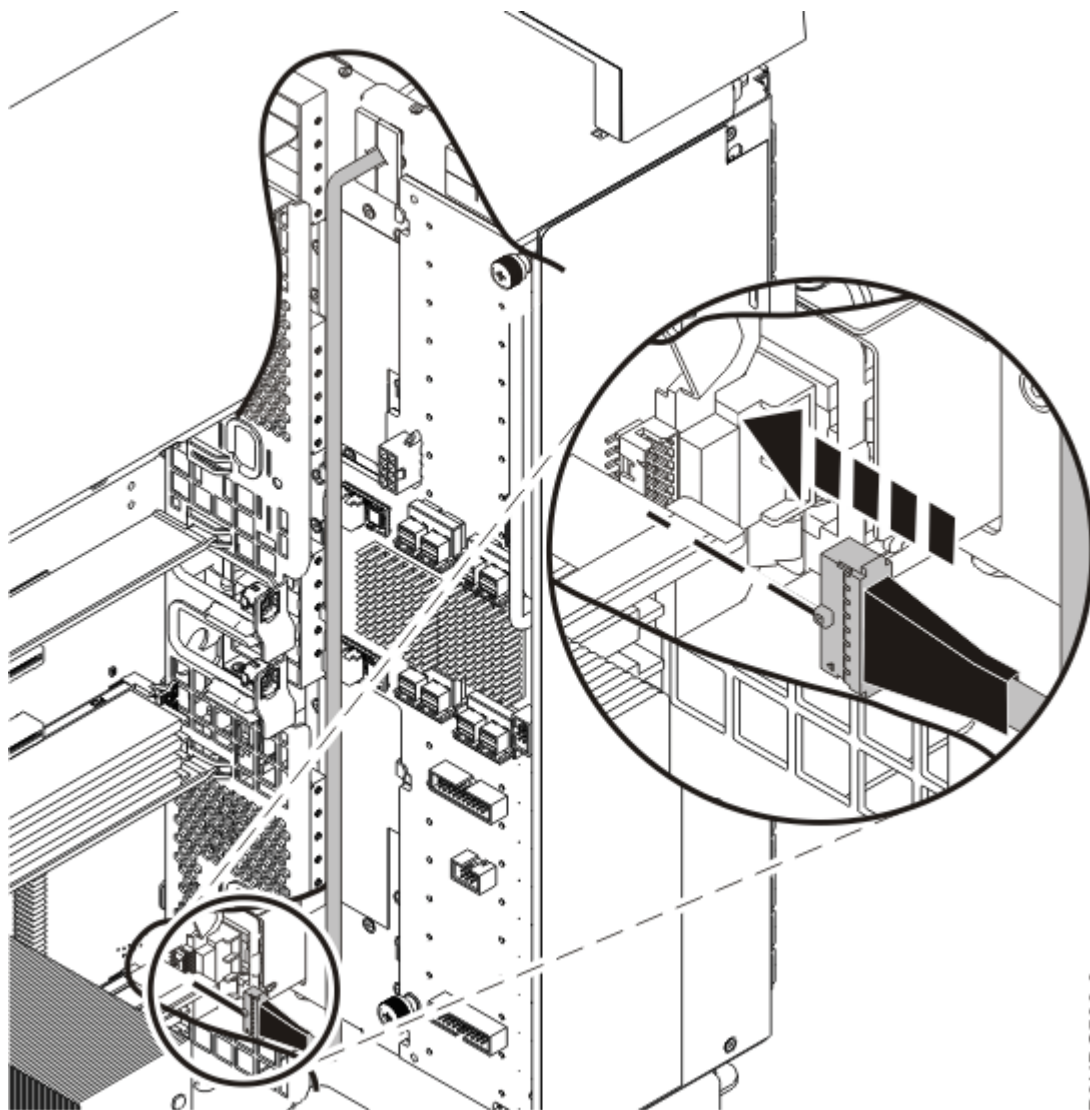

*Figura 81. Fixació del panell de control en un sistema autònom*
- b) Feu girar el panell de control cap a munt per fixar la pestanya superior **(A)**, tal com es mostra a la Figura 81 a la pàgina 86, i, a continuació, substituiu el cargol **(B)** que colla el panel de control al sistema.